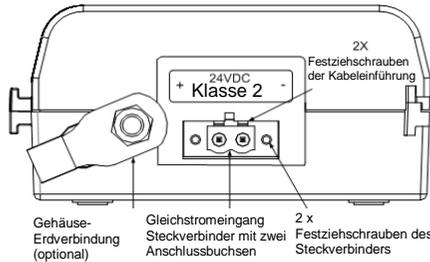

Abbildung 2: EEPoE Midspan Leistungssteckverbinder
- Ziehen Sie die 2 Steckverbinderanschrauben fest (siehe Abbildung 2).
- Verbinden Sie den Einspeise – Steckverbinder des EEPoE – Midspans mit den Kabeln aus verteilter verzinnter Kupferlitze mit einem Leiterquerschnitt von 16 AWG für jede Anschlussbuchse (ausgelegt auf mindestens 3,5 Ampere) und ziehen dann die 2 Kabelzugangsschrauben fest (siehe Abbildung 2).